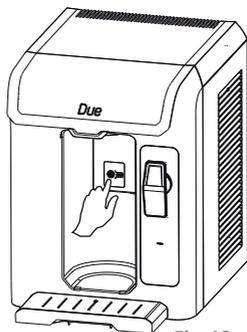

Fig. 12
- Pressionar RESET (Fig. 12) por 5 segundos, até que a luz LED ("Status Filtro"), que estará piscando na cor vermelha, retorne a cor original. Esta operação deve ser feita a cada troca de filtro.